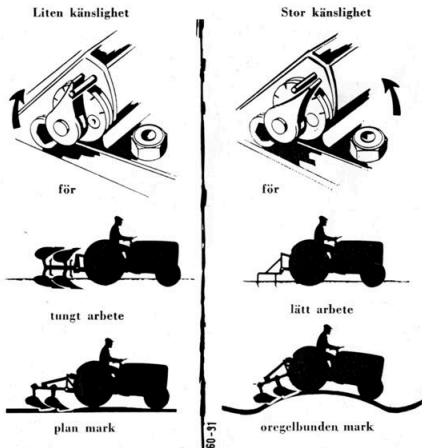

Fig. 14.
6. Hydraulens känslighet (fig. 14)